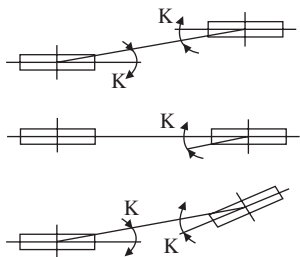

Abbildung 1 Parallel Grad der Riemenscheibe
1. Stellt den parallelen Winkel von dem Ventilator und der Motor-Riemenscheibe, wie in Tabelle 1 und Abbildung 1 dargestellt.